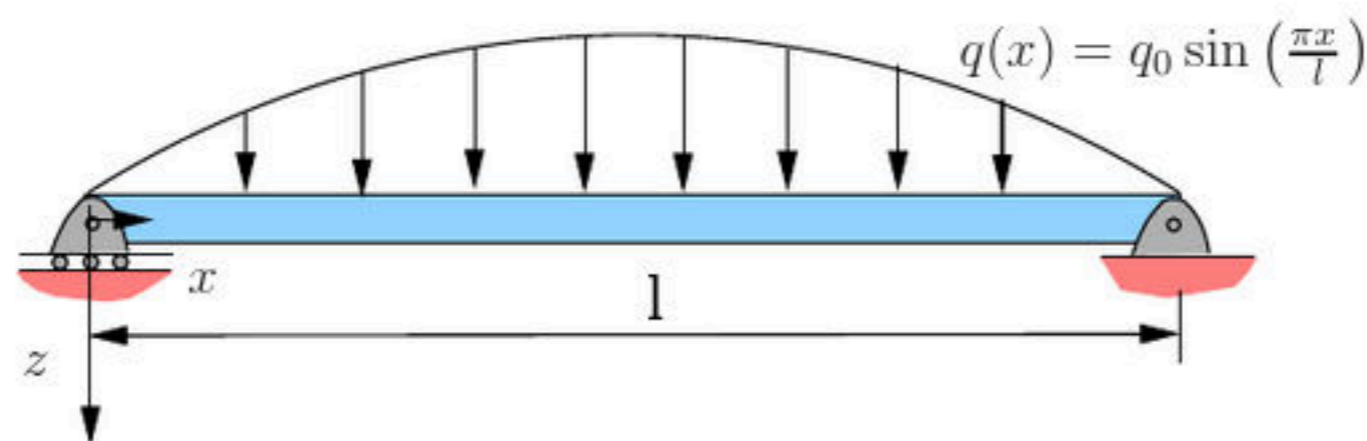

Abbildung 6.1: Balkensystem
- 3) Geben Sie die Gleichungen an, die durch den nachfolgenden MAPLE-Code für das mechanische System eines Balkens der Länge l beschrieben werden. Die positive Zahl q_0 ist in MAPLE bereits definiert. Die x -Achse ist die Balkenmittellachse. Gehen Sie davon aus, dass der Balken statisch bestimmt gelagert ist. Ergänzen Sie in der Abb. 6.1 die Lagerung und die Belastung.